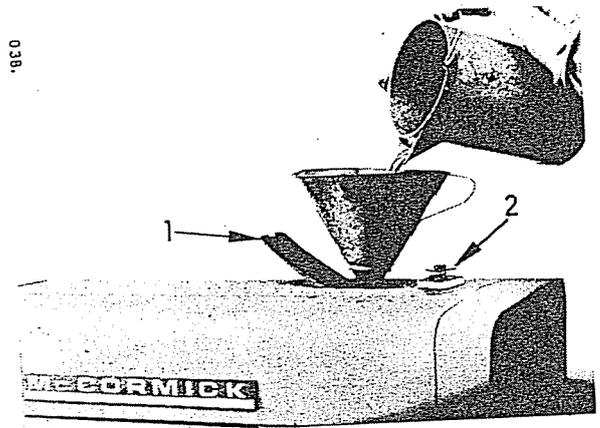

Fig. 46
Pour remplir le radiateur ou pour vérifier le niveau d'eau, ouvrez le couvercle de visite (1, Fig. 46) et tournez le bouchon de radiateur jusqu'au premier cran afin de laisser la vapeur s'échapper. Continuez ensuite à dévisser le bouchon (2). Faites le plein avec de l'eau propre et douce, pour amener le niveau à 5 cm au-dessous du goulot de remplissage.